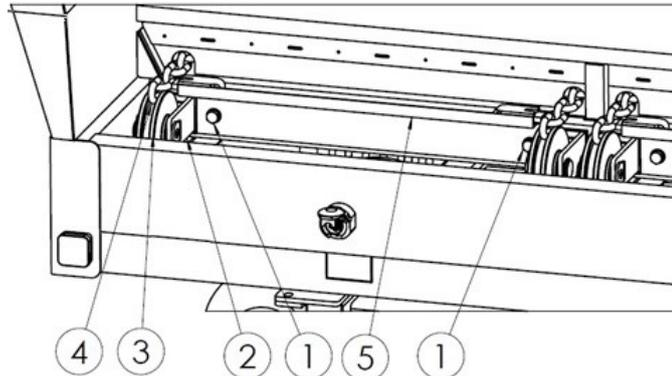

Abbildung 20. Spannen der Rollbodenketten 1 - Stellschraube, 2 - Spannschlitten, 3 Spannrolle, 4 - Rollbodenkette 5 - Rollbodenleiste
Die Spannung der Rollbodenketten während des Betriebes muss täglich überprüft werden, insbesondere während der Inbetriebnahme. Das Spannen der Ketten erfolgt mittels Stellschrauben an der Vorderseite der Ladekiste - Abbildung 20. Um die Kettenspannung zu erhöhen, die Einstellschrauben (1) so einschrauben, dass sich der Spannschlitten (2) mit der Spannrolle (3) nach vorne bewegt. Den Spannvorgang für beide Kettenpaare (4) unter Beachtung der gleichen Spannung durchführen.